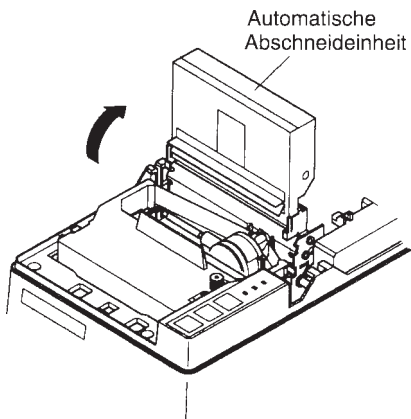

Abb. 2-9 Die automatische Abschneideinheit anheben (SP342)
- ⑥ Heben Sie die automatische Abschneideinheit an, und stellen Sie sie in senkrechte Stellung wie in der Abbildung 2-9 gezeigt.